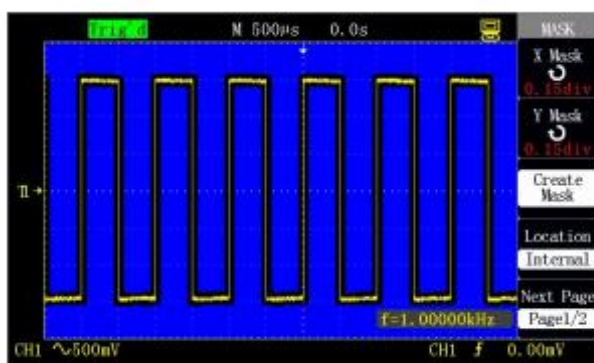

Figura 2-75 Página 1 do menu de configuração da regra
- Pressione “Rule setup” para pular para a página 2 do menu de configuração da regra, como mostrado na figura 2-75